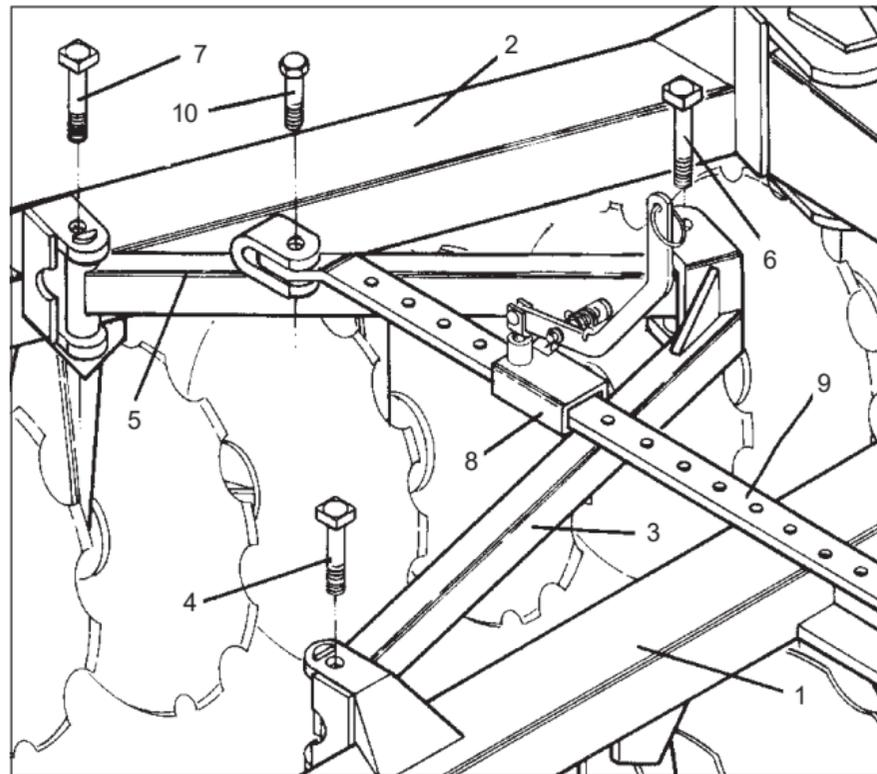

FIGURA 08
15 - Colocar o puxador de trava item 8, na barra estabilizadora dianteira, passar a régua de trava de regulagem item 9, pelo interior do corpo do puxador de trava, unindo-a à barra estabilizadora traseira através do parafuso item 10, conforme mostra a **Figura 08**.